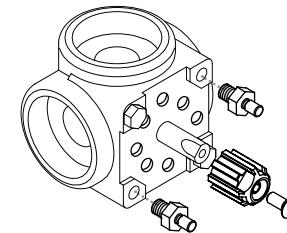

Fig. 14 : Vanne mélangeuse ARV DN40-DN50
3. Placez l'adaptateur sur l'axe de la vanne mélangeuse et serrez le vis. Serrez les 2 boulons intercalaires sur la vanne mélangeuse (fig. 13). Dans les vannes mélangeuses ARV de 1ère génération d'Afriso (et dans la plupart des vannes d'autres fabricants), le triangle sur l'adaptateur se trouve dans la même position que le méplat sur l'axe et repère de cette façon la position de l'élément de régulation de la vanne mélangeuse. Pour visser les boulons intercalaires aux diamètres DN40 ou DN50 des vannes mélangeuses ARV de 1ère génération d'Afriso, il est d'abord nécessaire de dévisser les vis à six pans des alésages correspondants (fig. 14).